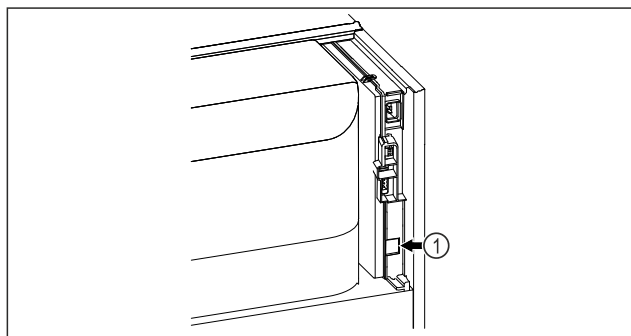

Fig. 139
- SmartModule Fig. 139 (1) se rabi.